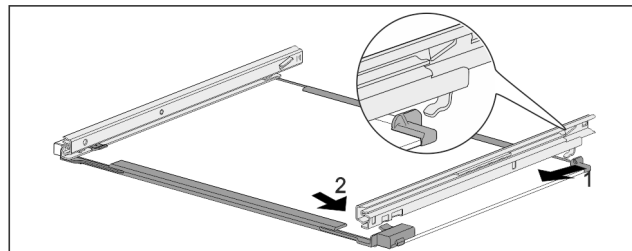

Fig. 158 Staklena ploča s vodilicama
- ▶ Zakvačite vodilicu sa stražnje strane. Fig. 158 (1)
- ▶ Uglavite vodilicu s prednje strane. Fig. 158 (2)